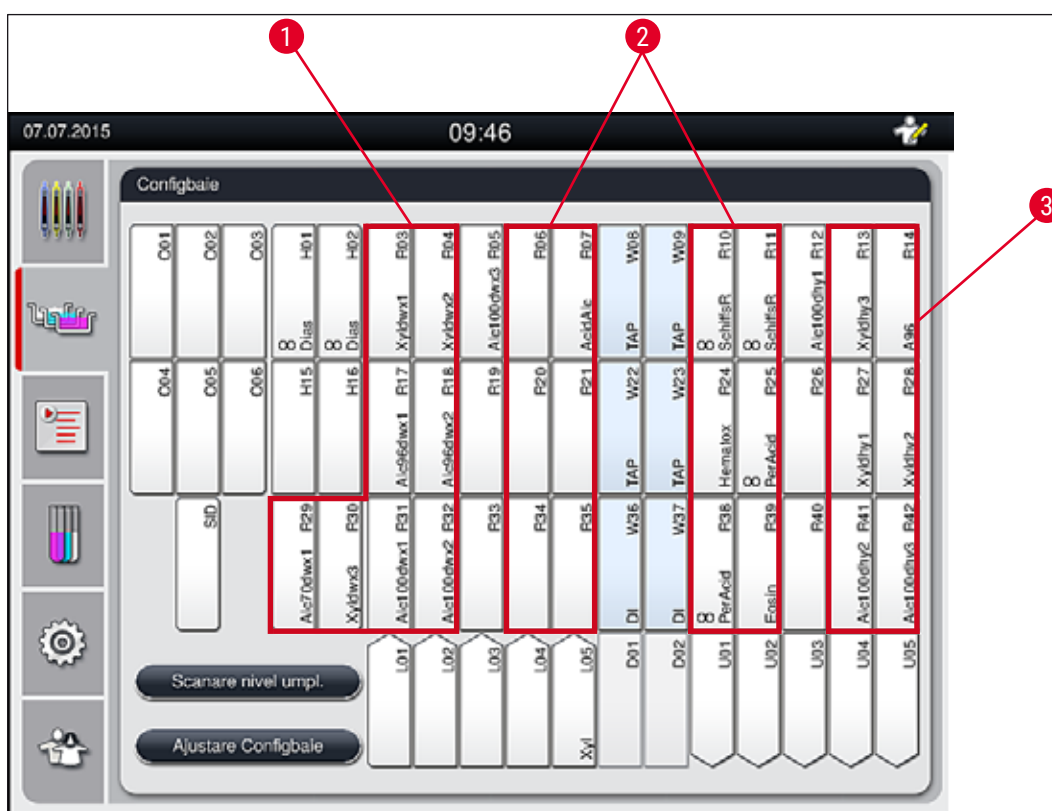

Fig. 39
- Reactivii de colorare care necesită un pas următor cu apă de clătire sunt poziționați în vecinătatea cuvelor de apă de clătire (→ "Fig. 39").